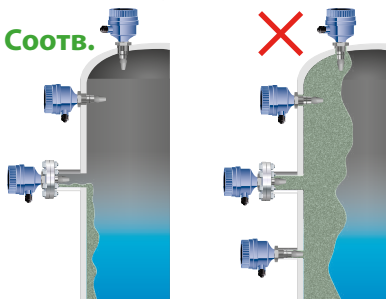

Рисунок 11.1.8: Пример удовлетворительного и неудовлетворительного состояния при отложении продукта на стенке резервуара
- Устраните вибрацию удлиненной вилки, установив соответствующую опору (см. рис. 11.1.8)